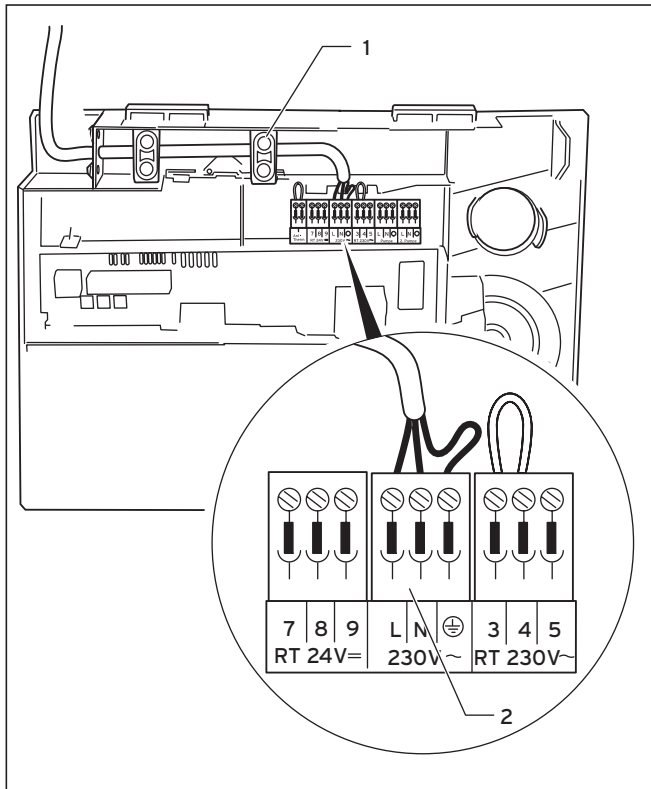
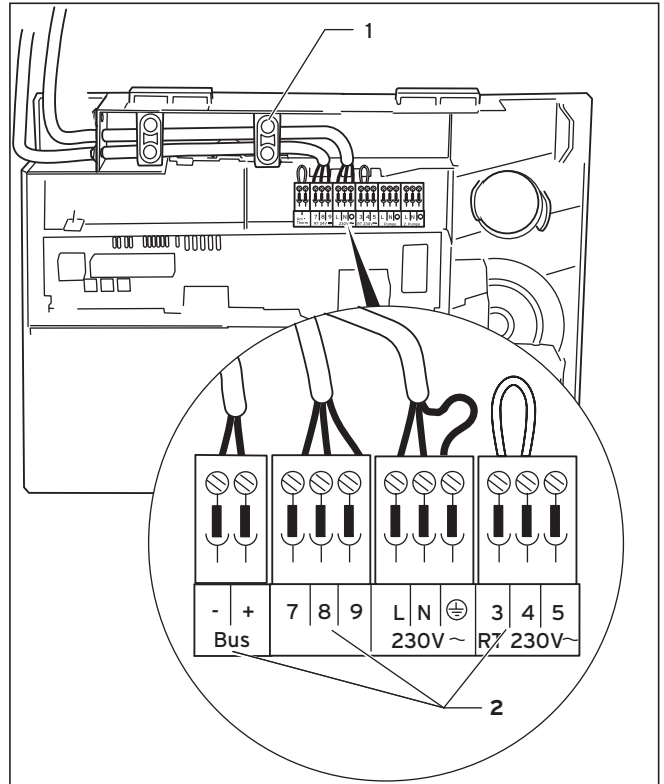

Abb. 5.11 Anschluss der Netzzuleitung
Abb. 5.12 Anschluss einer witterungsgeführten Regelung
- Verlegen Sie die Netzzuleitung im Schaltkasten wie in Abbildung 5.11 gezeigt.
- Sichern Sie die Leitung mit der Zugentlastung (1).
- Klemmen Sie die Netzzuleitung an den dafür vorgesehenen Klemmen \ominus , N und L des System ProE an (2).
- Verlegen Sie die erforderlichen Leitungen zur Anschlussebene im Schaltkasten wie in Abbildung 5.11 gezeigt.
- Sichern Sie die Leitungen mit den Zugentlastungen (1).
- Schließen Sie die Anschlusskabel entsprechend Abbildung 5.12 an die entsprechenden ProE Stecker (2) bzw. Steckplätze der Elektronik an.